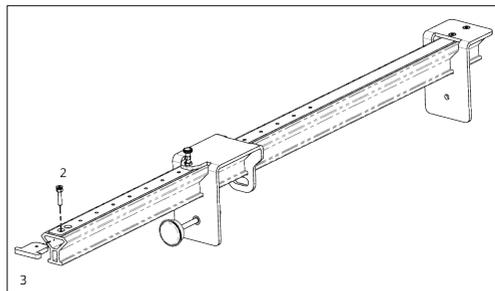

Fig. 10.
- Svitare la vite di tenuta del terminale, rimuovere e conservare il terminale (2-3) [Fig. 10];